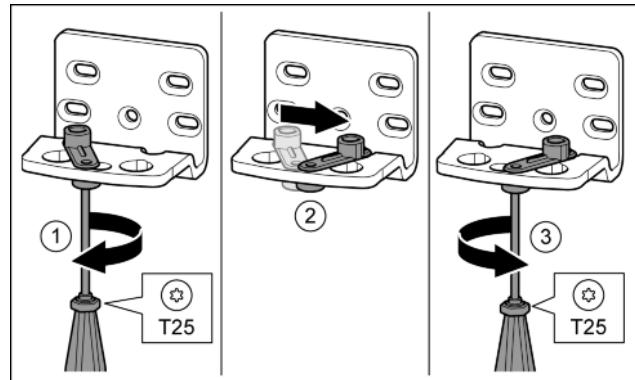

Fig. 13
- Отпустить винт отверткой T25. Fig. 13 (1)
- Приподнять фиксатор двери и, повернув на 90° вправо, вставить в отверстие. Fig. 13 (2)
- Затянуть винт отверткой T25. Fig. 13 (3)